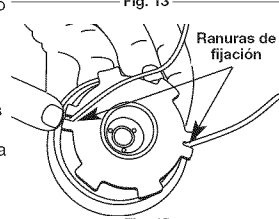

Fig. 15
- Inserte los extremos de la línea en las dos ranuras de fijación (Fig. 15).